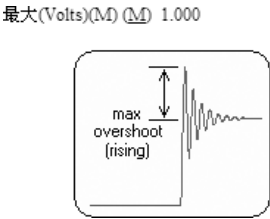

图 9-35 信号上升沿的过冲约束规则
- “Overshoot – Rising Edge”（信号上升沿的过冲约束规则）：如图 9-35 所示为该项设置示意图。